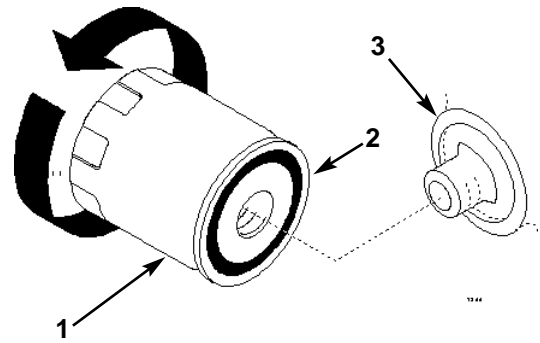

Figure 34
2. Déposer le filtre usagé et essuyer la surface du joint de l'adaptateur (Fig. 34).
3. Appliquer une fine couche d'huile neuve sur le joint en caoutchouc du filtre de rechange (Fig. 34).
4. Poser le filtre de rechange sur l'adaptateur. Tourner le filtre dans le sens des aiguilles d'une montre jusqu'à ce que le joint en caoutchouc touche l'adaptateur, puis visser encore le filtre d' $1/2$ tour (Fig. 34).
5. Verser approx. 80% de la quantité d'huile spécifiée dans le tube de remplissage (Fig. 34), puis contrôler le niveau; se reporter à la section *Contrôle du niveau d'huile*.